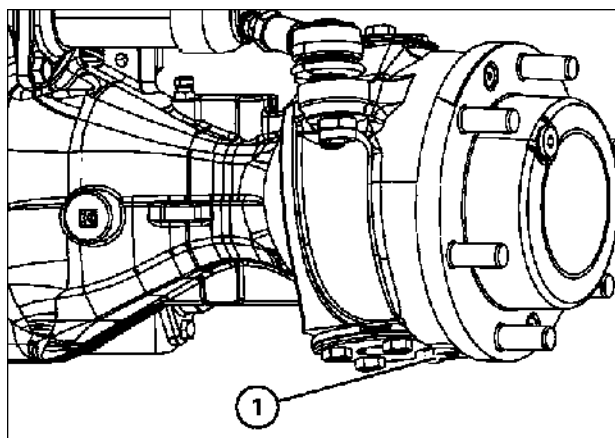

Рис. 7-74
2. Установите емкость подходящего размера под сливную пробку (1 — рис. 7-74).